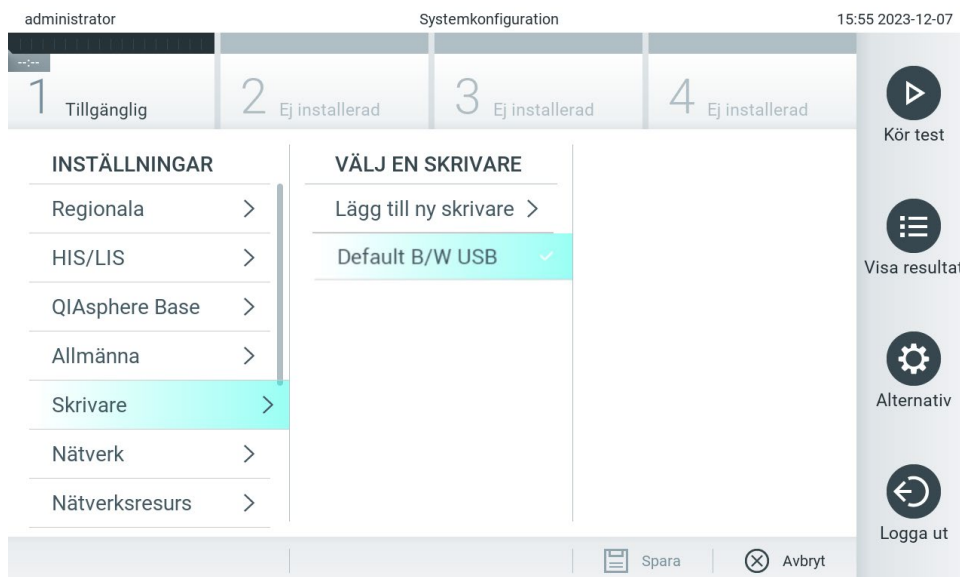

Bild 66. Välja en systemskrivare.
3. Välj en skrivare från listan med tillgängliga skrivare (bild 66).